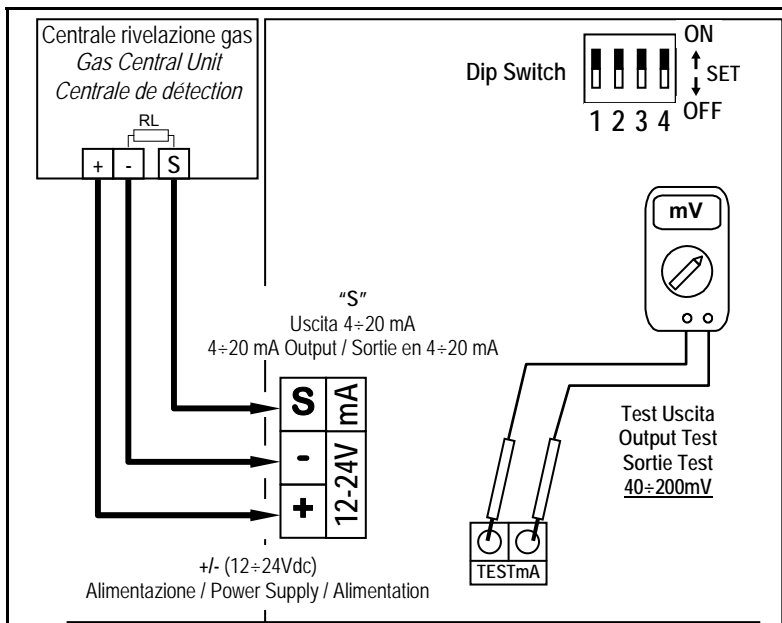
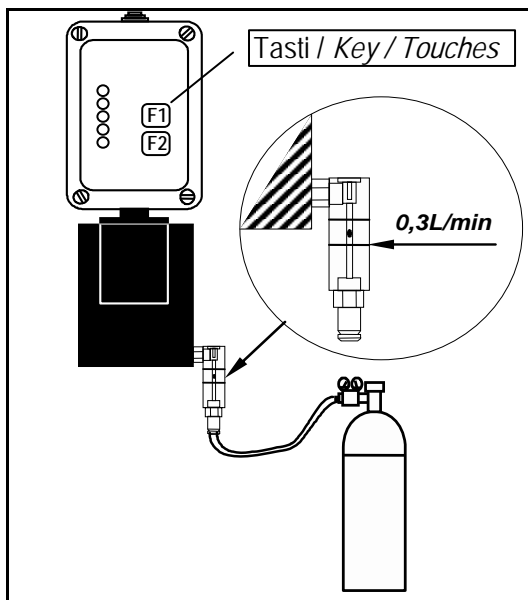
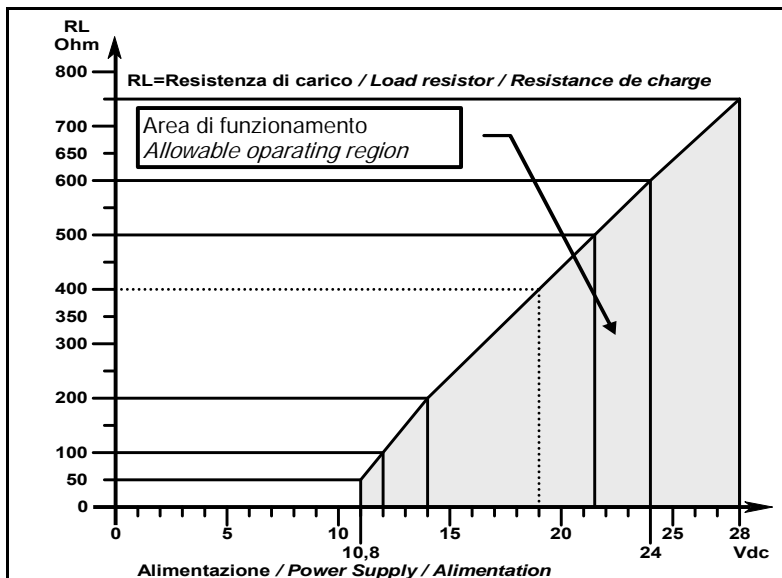

Fig. 2 - Schema di collegamento / Wiring diagram / Schéma
Fig. 3 - Tester di calibrazione / Calibration Tester / Kit de Calibration
Fig. 4 - Alimentazione / Resistenza di Carico 4-20mA
Raccordements électriques (Fig.2): la distance maximale à laquelle chaque détecteur peut être raccordés à la centrale est indiquée dans le **Tableau 1** en fonction de la section du câble utilisé. Un câble écran est normalement utilisé, avec 3 conducteurs. *Si l'on utilise une alimentation 12Vcc la résistance maximale de charge (RL) sera de 50 Ω, si on utilise une alimentation 24Vcc la RL sera de 500 Ω (Fig.4).*
COMPATIBILITE' AVEC AUTRES CENTRALES: En cas d'utilisation d'une centrale différent de Tecnocontrol, calculer la résistance de charge maxi en utilisant la charte selon la **Fig.4**. L'alimentation à 24Vcc est conseillée.
L'étalonnage doit être exécuté en air propre exclusivement (milieu sans la présence de gaz inflammables ou autres). À l'aide des touches exécuter le "Code d'Étalonnage". Attendre que les LED Jaune et Verte s'allument en feu fixe et que la LED Rouge clignote. Coiffer la tête de détection avec le TC011, régler le débit du gaz, de manière que le débitmètre indique 0,3 l/min environ, (Fig.3). Attendre 3 minutes environ, puis, quand la Rouge s'allume et pendant qu'elle est ALLUMÉE, presser la touche F2 et maintenir cette pression tant que la LED Rouge ne restent pas éteints durant au moins 2 secondes, si la LED Rouge continu à clignoter, attendre que le LED Rouge se rallume et répéter l'opération. Fermer la bouteille et ôter le TC011. À ce point, deux cas peuvent se vérifier:
Coiffer la tête de détection avec le TC011, régler le débit du gaz, de manière que le débitmètre indique 0,3 l/min environ, (Fig.3) vérifiez avec le voltmètre sur les bornes de test "**TEST mA**" (fig.2) que la valeur en mV est atteinte, indiquée en le **tableau 3 - Colonne 6**. [Ou bien que la centrale en mA augmente jusqu'à la valeur indiquée dans la **colonne 7** ($\pm 0,2$ mA) et que la centrale à laquelle le détecteur est connecté indique une valeur en % de la LIE (± 2) comme indiquée dans la **colonne 8**]. Après cela, la sortie revient progressivement à 4 mA.